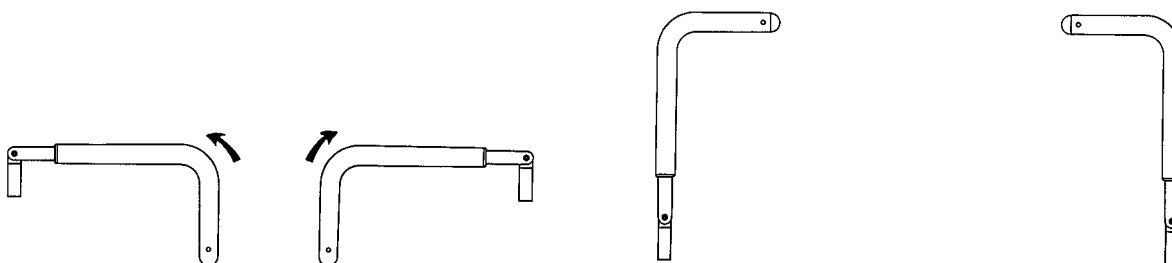

Figura 10 – Posizionamento delle maniglie di spinta del lato testa
1. Fare ruotare verso l'alto le maniglie dall'estremità del prodotto (Figura 10).